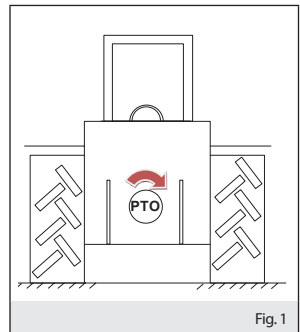

Fig. 1
Per rispettare la corretta sequenza di fase L1-L2-L3, la presa di forza del trattore deve girare in senso orario (vedi fig.1).
To respect the correct phase sequence L1-L2-L3, the P.T.O. must turn in clockwise rotation (see fig.1).
Pour se conformer à l'ordre correct des phases L1-L2-L3, la prise du force doit tourner dans le sens horaire (voir fig.1).
Die richtige Phasenfolge L1-L2-L3 ist zu beachten, die Zapfwelle des Traktors im Uhrzeigersinn drehen (siehe Abb.1). Die im Benutzungsland geltenden Sicherheitsnormen beachten.
Para cumplir con la secuencia de fases correcta L1-L2-L3, la toma de fuerza del tractor debe girar en sentido horario (ver fig.1).
- la capucha de protección (fig.1) esté en condiciones perfectas y bien fijada. La capucha debe cubrir la protección de la junta cardánica por al menos 50 mm e impedirá el contacto accidental de las manos con piezas en movimiento.